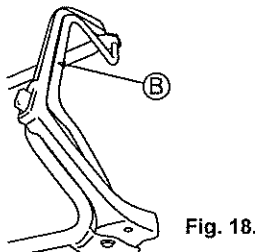

Fig. 18.
4 Empurre a alavanca da embreagem de acionamento (B) para frente para começar a cortar. (Veja a fig. 18.)